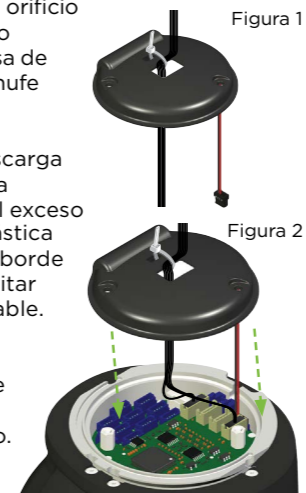

Figura 1
1. Pase los cables de entrada por el orificio central del disco (figura 1) y luego conéctelos al panel. Aplique grasa de silicona a los conectores del enchufe antes de insertarlos en el panel (consulte la Sección 3.5).